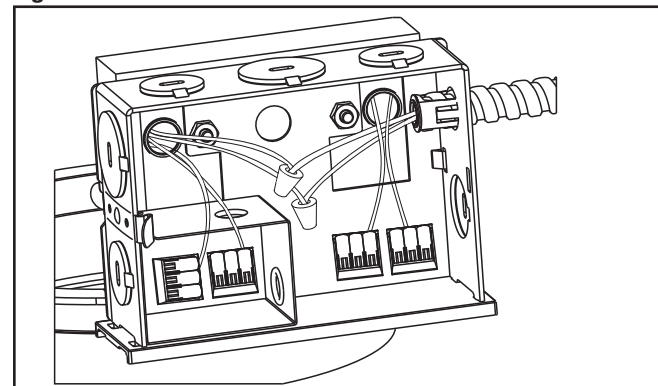

Figura 12.
2. Retire la cubierta de la caja de empalmes (Figura 12.).